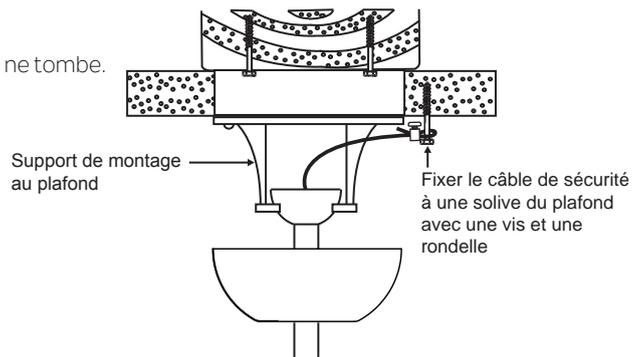

Fig. 10
Étape 1. Fixez la vis à bois et les rondelles fournies à la solive du plafond à côté du support de montage sans serrer (Fig. 10).